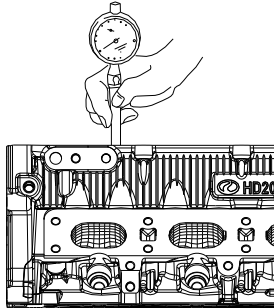

Рис. 1-4
4. Согласно рис. 1-4 измерьте с помощью микрометра диаметр стержней клапанов, а с помощью микрометрического нутромера — внутренний диаметр втулок клапанов; место измерения диаметров стержня и втулки одного и того же клапана должно совпадать. Если зазор между стержнем и втулкой какого-либо клапана, определенный по результатам измерений, превышает предельно допустимый, замените клапан; если этого недостаточно, необходима замена головки блока цилиндров в сборе.